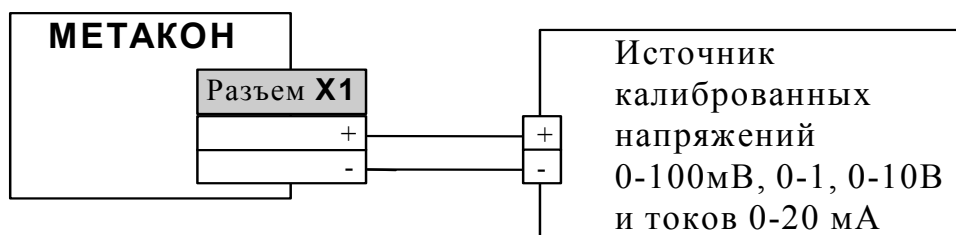

Рис. 8.3
8.3.1 Собрать схему, приведенную на рис.8.3.